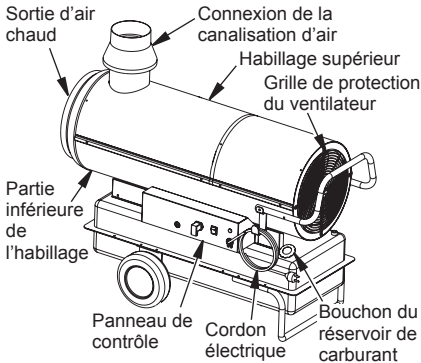

Figure 4 - Appareil de chauffage à air forcé portable à conduit d'évacuation
- Insérez la canalisation d'air sur le tuyau de sortie du conduit (voir figure 4).